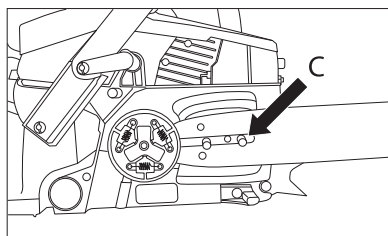

Рис. 6
4. Установите шину таким образом, чтобы прорезь шины совпала с обоими болтами (C) (рис. 6).